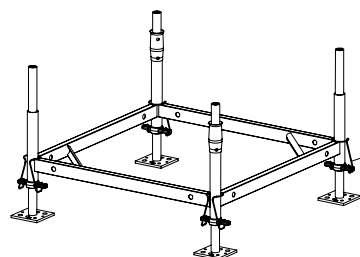

Fig. A1.03
4. Secure Base Spindles using Safety Straps (6). (Fig. A1.03 + A1.03a)